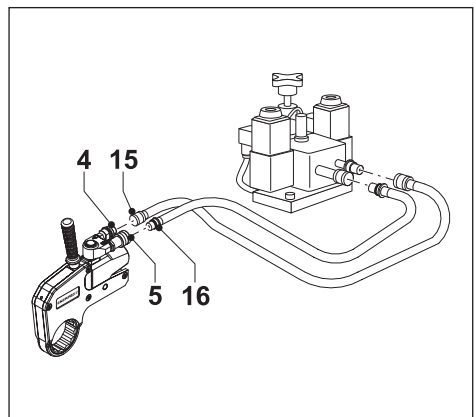

Abb. 6
3.4 Anschließen der Schläuche (Abb. 6)